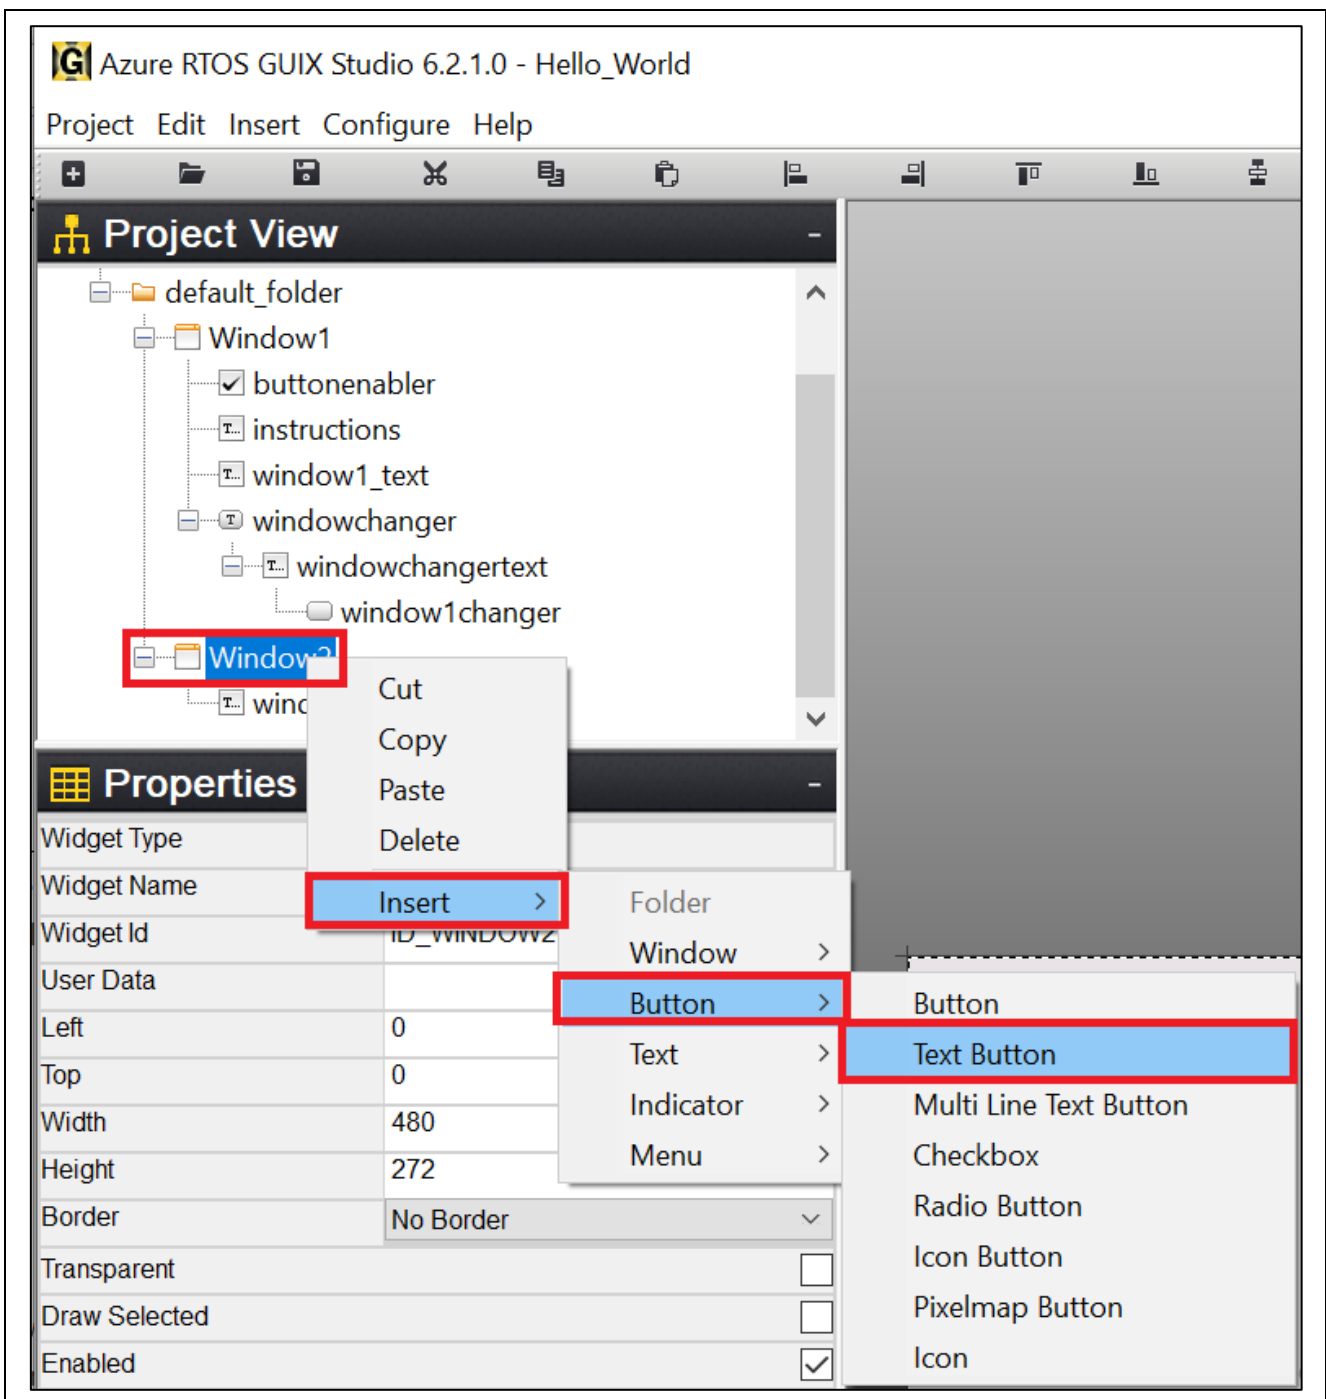

図 64. Window2 の Text Button の挿入
27. 図 64 のように、Window2 を右クリックし、text_button を挿入します。(Insert > Button > Text Button)